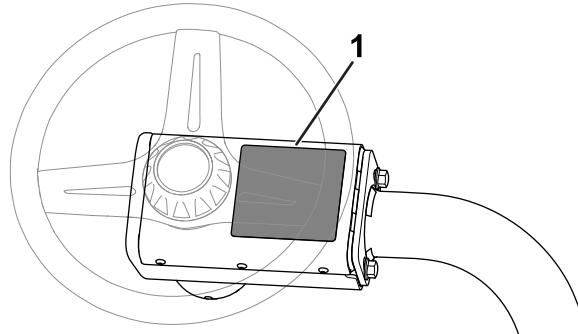

Figura 17
- Pegatina de advertencia para CE:** Coloque la pegatina de advertencia para CE (Pieza n.º 139-8321) sobre la pegatina de advertencia existente (Pieza n.º 139-8320) en la cubierta del volante; consulte la Figura 17.